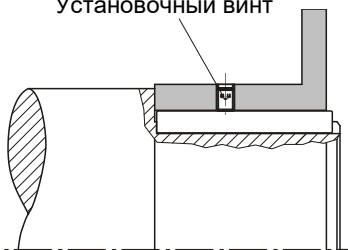

Рис. 5
- ❑ Для осевого крепления в качестве альтернативы прижимной крышке предусматривается дополнительный установочный винт (ISO 4029 – 45H) (см. Рис. 5 и 6). Необходимо соблюдать указанные в Таблице 1 и 2 Размеры установочных винтов и моменты затяжки. В случае сплит-втулок (1.7) осевое крепление не требуется